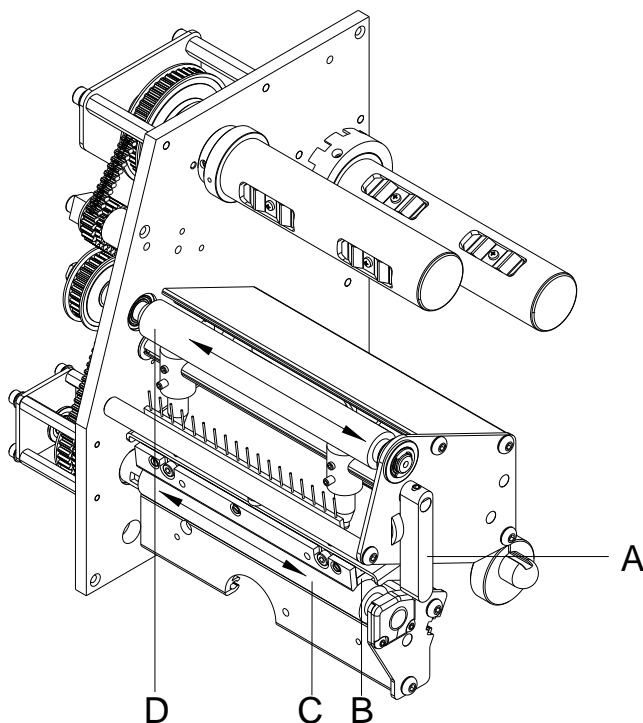

Figure 2
2. Tourner le levier (A, Figure 2) en sens inverse des aiguilles d'une montre pour déverrouiller la tête d'impression (B, Figure 2).
5. Tourner le rouleau (D, Figure 2) manuellement pas à pas pour pouvoir nettoyer tout le rouleau (ne possible que l'imprimante est mise hors marche, sinon le moteur à pas est sous tension et le rouleau est tenu dans sa position).
7. Pour fermer la tête d'impression (B, Figure 2) tourner le levier (A, Figure 2) dans le sens des aiguilles d'une montre jusqu'à ce qu'il engage.
2. Tourner le levier (A, Figure 2) en sens inverse des aiguilles d'une montre pour déverrouiller la tête d'impression.
7. Pour fermer la tête d'impression tourner le levier (A, Figure 2) dans le sens des aiguilles d'une montre jusqu'à ce qu'il engage.